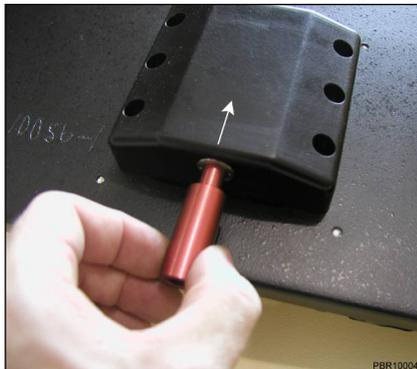
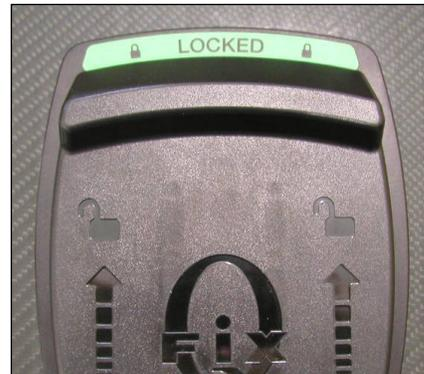

图 3
图 4
1. 将红色定位销的公端推入 CT 覆盖罩下侧块中的插口内 (图 3) 直至顶部的手柄显示 "LOCKED" (锁定) (图 4)。